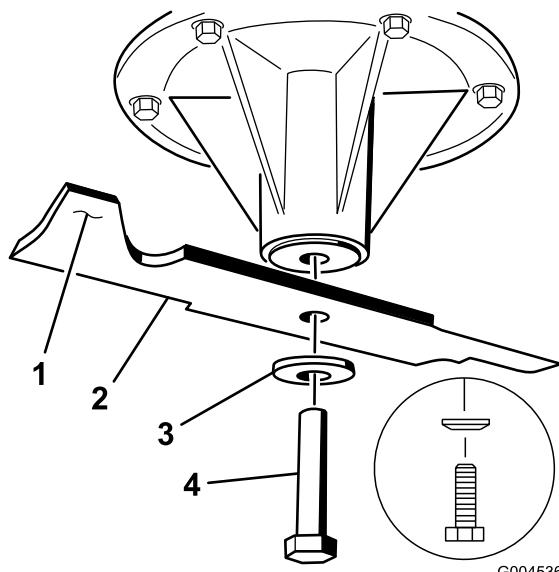
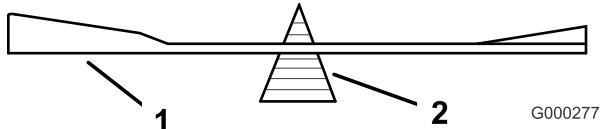

Figure 74
Figure 77
2. Pour les plateaux de coupe de 40 et 48 pouces, enlevez le boulon de lame, la rondelle bombée et la lame de l'axe de pivot (Figure 74).
2. Vérifiez l'équilibre de la lame en la plaçant sur un équilibrEUR (Figure 77). Si la lame reste horizontale, elle est équilibrée et peut être utilisée. Si la lame est déséquilibrée, limez un peu l'extrémité de la partie incurvée seulement (Figure 74). Répétez la procédure jusqu'à ce que la lame soit équilibrée.
1. Placez la lame sur l'axe (Figure 74).
Important: Pour une coupe correcte, la partie incurvée de la lame doit être tournée vers le haut et dirigée vers l'intérieur du carter de tondeuse (Figure 74).
2. Sur les plateaux de coupe de 40 et 48 pouces, montez la lame, la rondelle bombée et le boulon de lame (Figure 74).